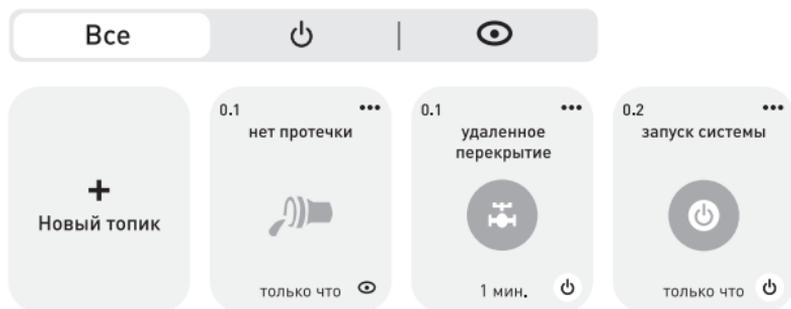

Рис. 9 Топики мобильного приложения ePRO 24
6.2. Сконфигурируйте контроллер ePRO 24 с мобильным приложением (ссылка на приложение <https://epro.ekfgroup.com/>) и добавьте соответствующие топики\* мониторинга и управления, дайте им название. Всего понадобится три топики, один топик мониторинга и два топики управления (см. рис.9):